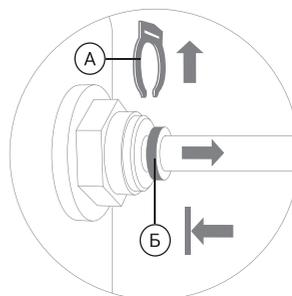

Рис. 5
2. Удалите стопорную клипсу (А) (рис. 5).
3. Нажмите на цанговое кольцо (Б) у основания фитинга (рис. 5).
4. Вытягивайте трубку, удерживая цанговое кольцо (Б) прижатым к основанию фитинга (рис. 5).